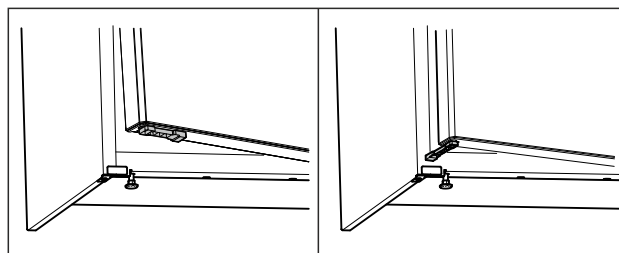

Fig. 54 \*
- ▶ Rotiți limitatorul de deschidere a ușii cu 90°. (vezi Fig. 54) \*